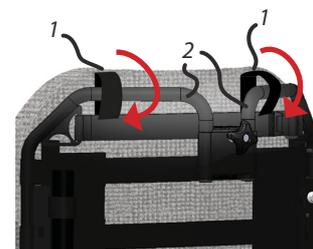

Abb. 12. Befestigung der Schlaufen am Flexi-Rahmen.
- Befestigen Sie die Schlaufen (1) am oberen Teil der Rückenauflage mit den Klettbändern am Rohr der Flexi-Rückenlehne (2), siehe Abb. 12. Bei Verwendung einer festen Rückenlehne werden die Klettbänder an deren Rückseite befestigt. *Durch eine Höhenfixierung der Rückenauflage sinkt das Risiko, dass diese beim Ein- und Aussteigen hinunterrutscht.*